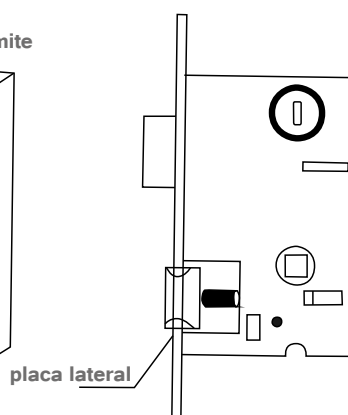

FIGURA 2
- (1) Inserte el cuerpo de la cerradura hacia abajo con el pestillo. (Imagen II)
- (2) Presione firmemente el perno del pestillo debajo de la placa lateral y gire el tope hacia abajo 180 (Figura 2).
- (3) Empuje el perno del pestillo en el orificio del perno del pestillo. (Imagen III)